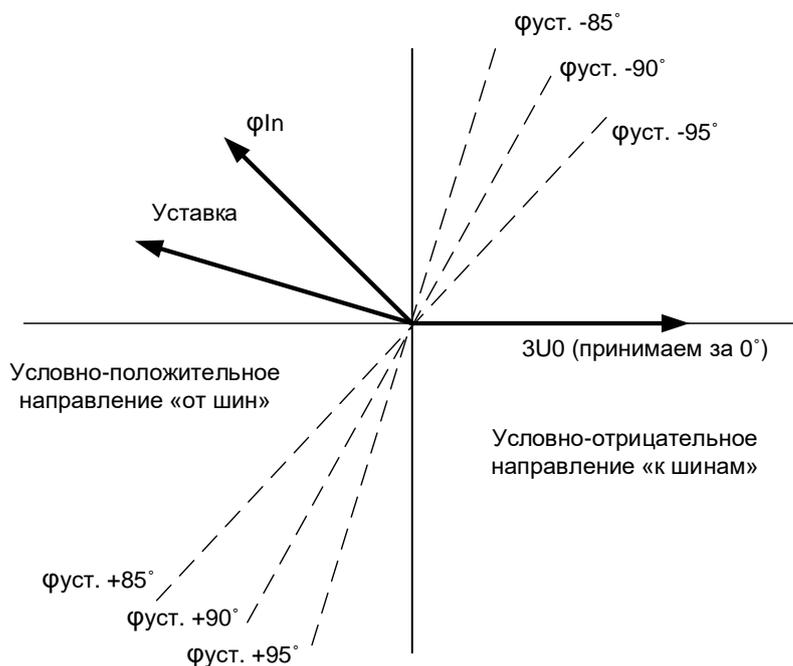

Рисунок 3.1 – Векторная диаграмма определения направления мощности
4. Определяет направление мощности. Для определения направления мощности при аварийных замыканиях на землю осуществляется измерение угла фазового сдвига между измеренным напряжением  $3U_0$  и первой гармоникой тока нулевой последовательности  $I_n$ . Измеренное значение угла сравнивается с уставкой в момент срабатывания одной из ступеней индикации:  $I_n$ ,  $I_n5$ ,  $3U_0$  (рисунок 3.1). На рисунке 3.1 показана ширина сектора срабатывания 180 град. При необходимости она может быть увеличена, и составлять 210 ... 260 град.